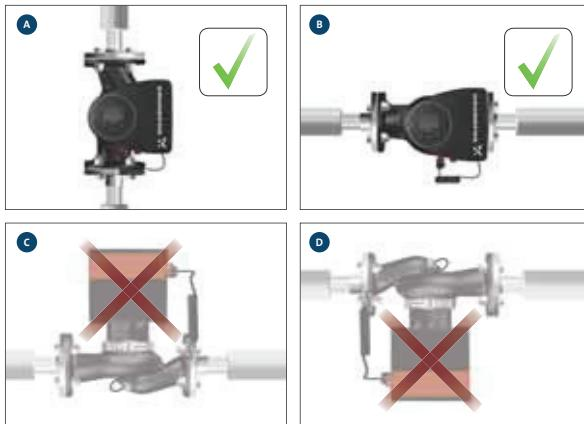

Fig. 5 Pompă instalată cu arborele motorului orizontal
- Pompă instalată corect într-o conductă verticală. Vezi fig. 5 (A).
- Pompă instalată corect într-o conductă orizontală. Vezi fig. 5 (B).
- Nu instalați pompă cu arborele motorului vertical. Vezi fig. 5 (C și D).